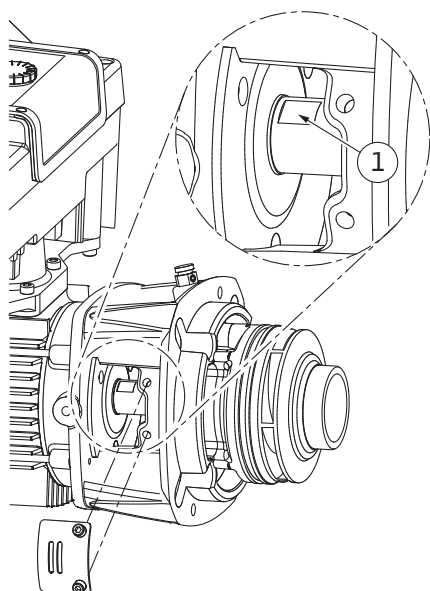

Fig. 106: Plochy kľúča na hriadeľi
14. Do okna lucerny zavedte plochý kľúč veľkosti 22 mm a hriadeľ pevne pridržiňte na plochách kľúča (Fig. 106, pol. 1). Odskrutkujte maticu obežného kolesa (Fig. I, pol. 22). Obežné koleso (Fig. I, pol. 21) sa automaticky stiahne z hriadeľa.
3. Do okna lucrny zavedte plochý kľúč veľkosti 22 mm a hriadeľ pevne pridržite na plochách kľúča (Fig. 106, pol. 1).
10. Do okna lucrny (Fig. IV, pol. 38) zavedte plochý kľúč (SW32 mm) a hriadeľ pevne pridržite na plochách kľúča (Fig. 106, pol. 1). Namontujte obežné koleso s podložkami a maticou. Uťahujte maticu. Dávajte pozor, aby ste nepoškodili mechanickú upchávku kvôli hranám.